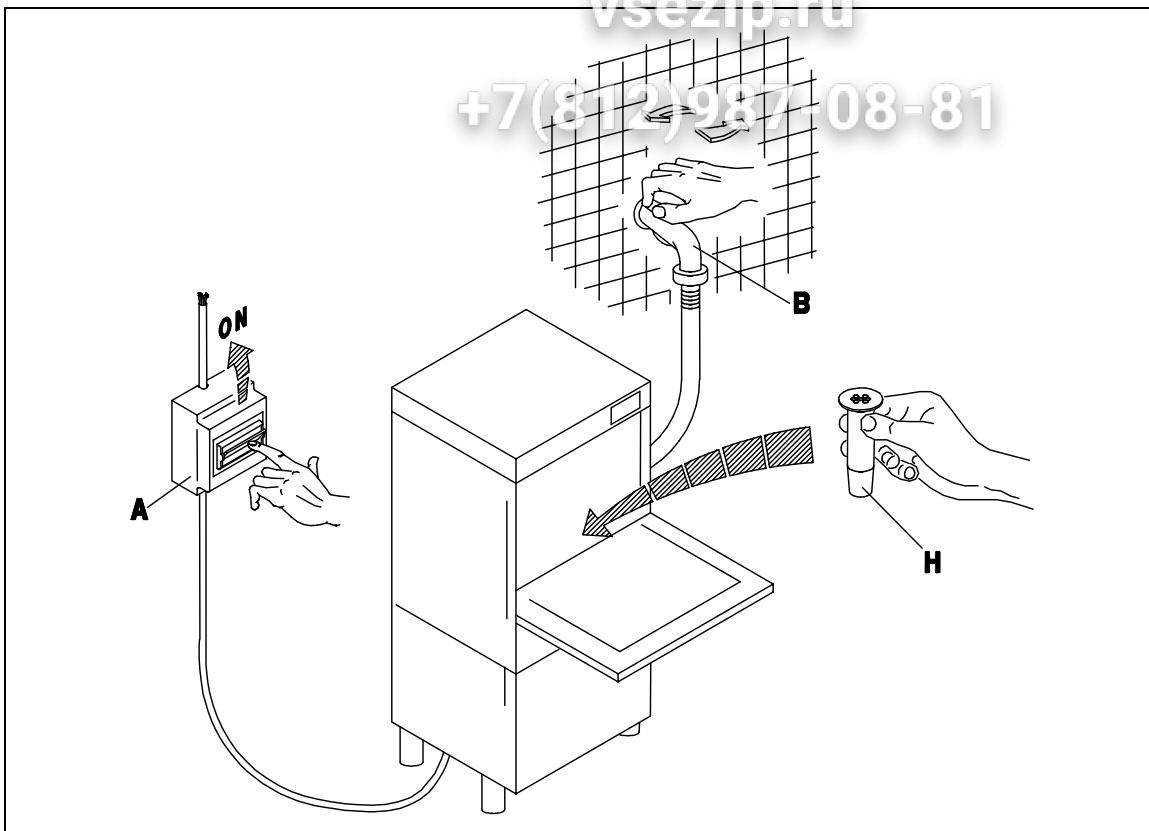

Fig. 3-1
Wenn die Anzeige (E) leuchtet und die Anzeige (D) erloscht ist, dann ist die Maschine betriebsbereit und man kann den Spülgang starten (Abb. 3-1 bis 3-2).
- Ouvrir le robinet (B) et insérer l'interrupteur général (A). Enlever le tube trop-plein et le panneau frontal sous-porte pour pouvoir avoir accès au thermostat du boiler. Activer l'interrupteur général de l'appareil (1), le voyant (A) s'allumera, ce qui signifie que la machine est branchée. Avec la porte fermée le boiler se remplit d'eau, quand l'eau commencera sortir des bras de rinçage ouvrir la porte, insérer le tube trop-plein, régler la température sur le thermostat (température conseillée 85°C), fermer à nouveau la porte. L'eau du boiler commencera se chauffer, indiqué par l'allumage du voyant (D). Quand la température affichée sur le thermostat est atteinte, voyant (D) éteint, le remplissage de la cuve va commencer. La fin de la phase de remplissage de la cuve sera indiquée par l'allumage du voyant (E). Le temps de remplissage de la cuve est déterminé par la température de l'eau d'alimentation et par la température affichée sur le thermostat du boiler.
- Abrir el grifo del agua (B), introducir l interruptor general (A). Quitar el desbordamiento y el panel delantero debajo de la puerta, para poder acceder al termostato caldera. Activar el conmutador principal del aparato (1), lo conseguirá el encendido del piloto (A) poniendo de relieve que la máquina está sometida a una tensión. A puerta cerrada la caldera se llena de agua, cuando el agua comenzará a salir de los brazos de aclarado, abrir la puerta, insertar el desbordamiento, regular la temperatura en el termostato caldera (temperatura recomendada 85°C), cerrar la puerta. Tendrá así comienzo el calentamiento del agua de la caldera, apagado del encendido del piloto (D), al alcanzar la temperatura pre establecida en el termostato caldera, piloto (D) apagada, tendrá inicio el llenado de la cubeta. El plazo de la fase de llenado recipiente pondrá de manifiesto , encendido del piloto (E). El tiempo de llenado de la cubeta se determinará por la temperatura del agua de alimentación y de la temperatura establecida en el termostato caldera.
- ECO 50 – temperatura agua de alimentación 16°C, temperatura caldera 85°C, tiempo de carga 25 minutos.Cuando el piloto de llenado cuba (E) será encendido y lo del caldera (D) será apagado, el aparato estará en las condiciones ideales para comenzar el lavado. (Fig. 3-1÷3-2)
- Aprire il rubinetto dell'acqua (B), inserire l'interruttore generale (A). Attivare l'interruttore principale dell'apparecchio (1), ne conseguirà l'accensione della spia (A) evidenziando che la macchina è sottoposta a tensione. A porta chiusa l'acqua del boiler comincerà a riscaldarsi, spia (D) accesa a segnare il punto della temperatura impostata sul termostato boiler, spia (D) spenta, avrà inizio il riempimento della vasca. Il termine della fase di riempimento vasca sarà evidenziato dall'accensione della spia (E). Il tempo di riempimento della vasca è determinato dalla temperatura dell'acqua d'alimentazione e dalla temperatura impostata sul termostato boiler:
Quando la spia di riempimento vasca (E) sarà accesa e quella del boiler (D) sarà spenta, l'apparecchio sarà nelle condizioni ideali per iniziare il lavaggio. (fig. 3-1÷3-2)
- Turn on the water tab (B) and switch on the main switch (A). Switch on the appliance, switch (1), which will cause the warning light (A) to illuminate, indicating that the machine is live. When the door is closed the water in the boiler will start heating, indicated by the warning light (D) on. When the adjusted temperature on the thermostat is reached, warning light (D) off, the wash tank will start filling. The end of the tank filling will be indicated by the warning light (E) on. The time of the tank filling depends on the inlet water temperature and on the adjusted temperature on the boiler thermostat.
When the tank filling warning light (E) will be on and the boiler warning light (D) will be off, the appliance will be in the ideal conditions to start washing (fig. 3-1÷3-2).
- Öffnen Sie den Wasserhahn (B) und schalten Sie den Hauptschalter (A) ein. Den Hauptschalter (1) betätigen, folglich wird die Anzeige (A) aufleuchten. Daran erkennen Sie, daß die Maschine unter Spannung steht. Bei geschlossener Tür beginnt nun die Erhitzung des Wassers im Boiler, Anzeige (D) leuchtet auf. Wenn die eingestellte Boilertemperatur erreicht ist, erlöscht die Anzeige (D) und es beginnt die Wasserfüllung des Tanks. Sobald dieser mit Wasser befüllt ist wird die Anzeige (E) aufleuchten. Die Dauer der Befüllung des Tanks hängt von der Temperatur des Anschlusswassers und von der eingestellten Boilertemperatur ab.
Wenn die Anzeige (E) leuchtet und die Anzeige vom Boiler (D) erloscht ist, dann ist die Maschine betriebsbereit und man kann den Spülgang starten (Abb. 3-1 bis 3-2).
- Ouvrir le robinet (B) et insérer l'interrupteur général (A). Activer l'interrupteur général de l'appareil (1), le voyant (A) s'allumera, ce qui signifie que la machine est branchée. Avec la porte fermée l'eau du boiler commencera se chauffer, indiqué par l'allumage du voyant (D). Quand la température affichée sur le thermostat est atteinte, voyant (D) éteint, le remplissage de la cuve va commencer. La fin de la phase de remplissage de la cuve sera indiquée par l'allumage du voyant (E). Le temps de remplissage de la cuve est déterminé par la température de l'eau d'alimentation et par la température affichée sur le thermostat du boiler.
Quand le voyant du remplissage de la cuve (E) sera allumé et le voyant du boiler (D) sera éteint, l'appareil sera dans les conditions idéales pour commencer le lavage (fig. 3-1÷3-2)
- Abrir el grifo del agua (B), introducir el interruptor general (A). Activar el conmutador principal del aparato (1), lo conseguirá el encendido del piloto (A) poniendo de relieve que la máquina está sometida a una tensión. A puerta cerrada el agua de la caldera comenzará a calentarse, piloto (D) encendido, al alcanzar la temperatura preestablecida en el termostato caldera, piloto (D) apagado, tendrá inicio el llenado de la cubeta. El plazo de la fase de llenado cuba pondrá de manifiesto , encendido del piloto (E). El tiempo de llenado de la cubeta se determinará por la temperatura del agua de alimentación y la temperatura preestablecida en el termostato caldera:
Cuando el piloto de llenado Cuba (E) será encendido y la de la caldera (D) será apagado, el aparato estará en las condiciones ideales para comenzar el lavado. (Fig. 3-1÷3-2)